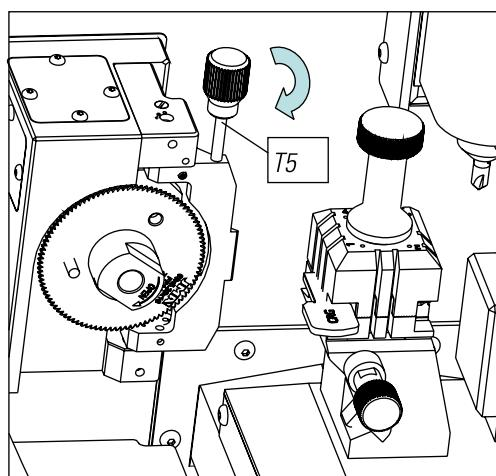

FIG. 22
- 1) CRG (T4) auf Seite 1 an Spannbacke MP1 legen. (Abb..22)